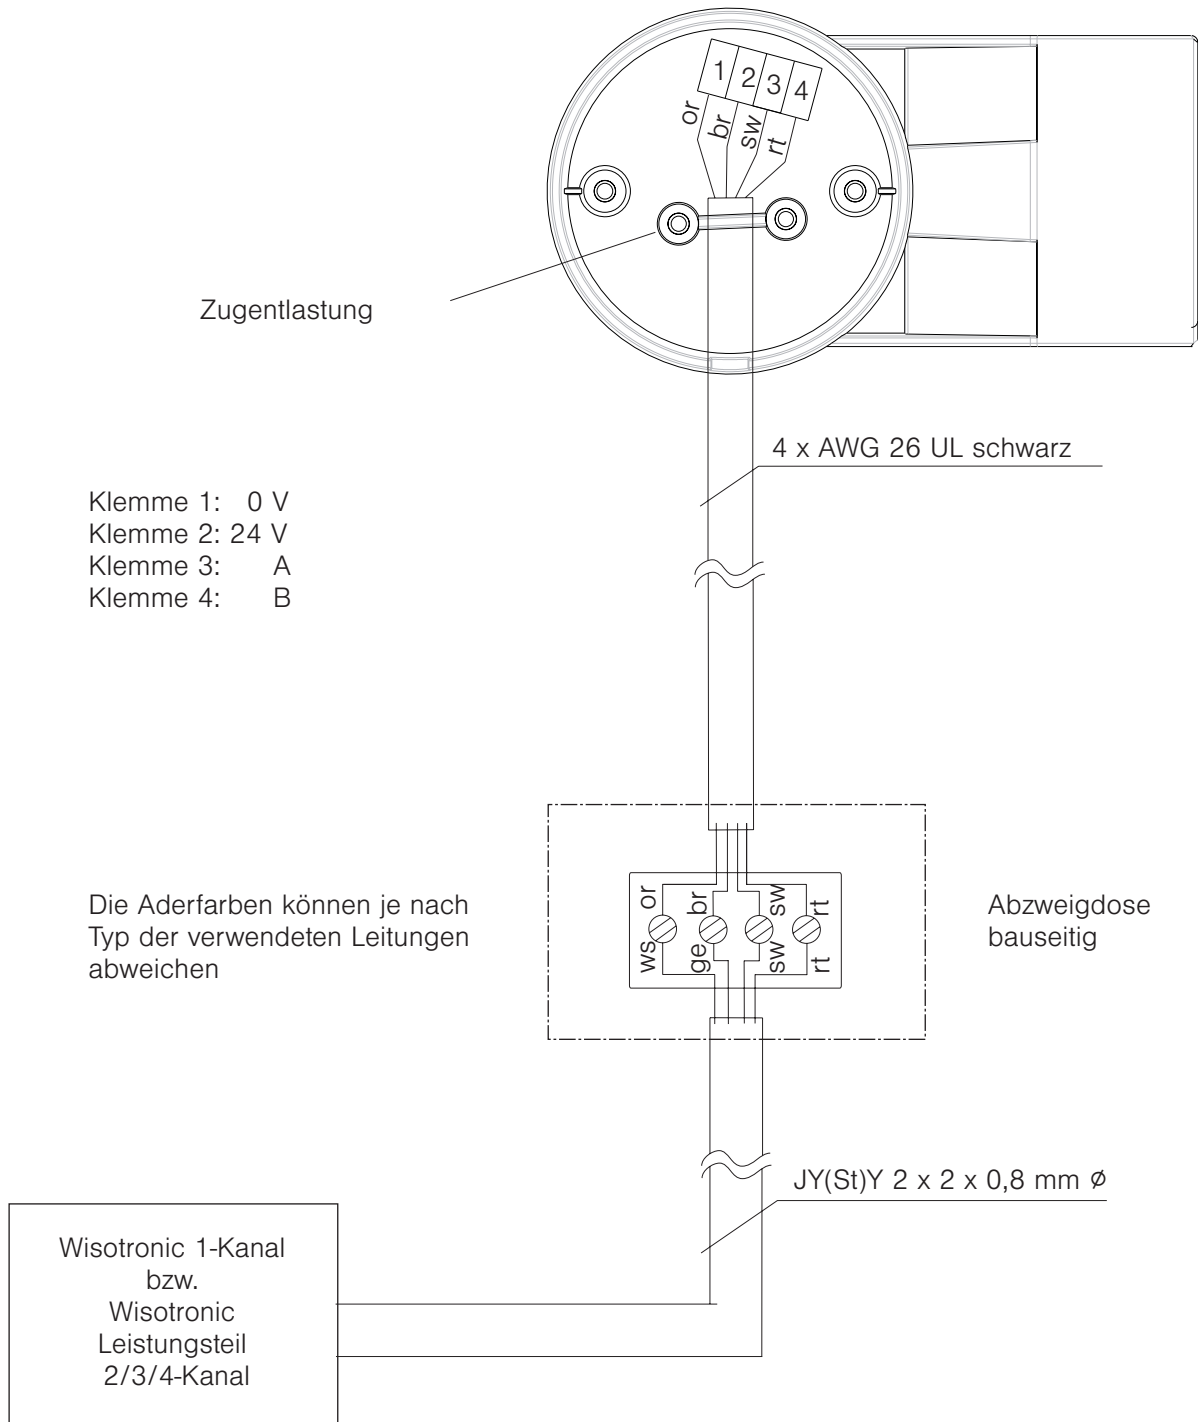

Abb. 5 Anschlussplan Wetterstation multisense
- Schließen Sie die Wetterstation gemäß Anschlussplan Abb. 5 an die Wisotronic an.